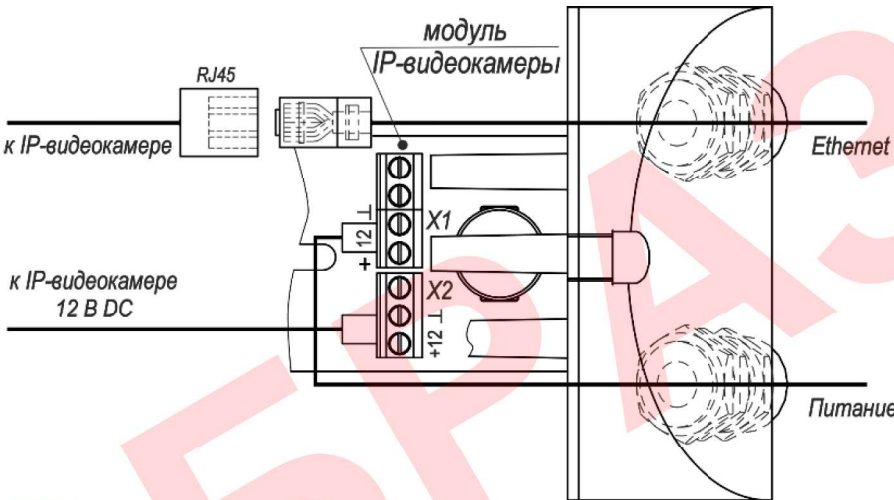

Рисунок 2 – Подключение изделия
2. Открутить 3 винта крепления задней крышки и выдвинуть модуль IP-видеокамеры (рисунок 2). Ввести через кабельный ввод внешний кабель UTP кат.5е и подключить его к разъёму RJ45. Схема обжимки вилки RJ45 на кабель кат.5е показана на рисунке 3.